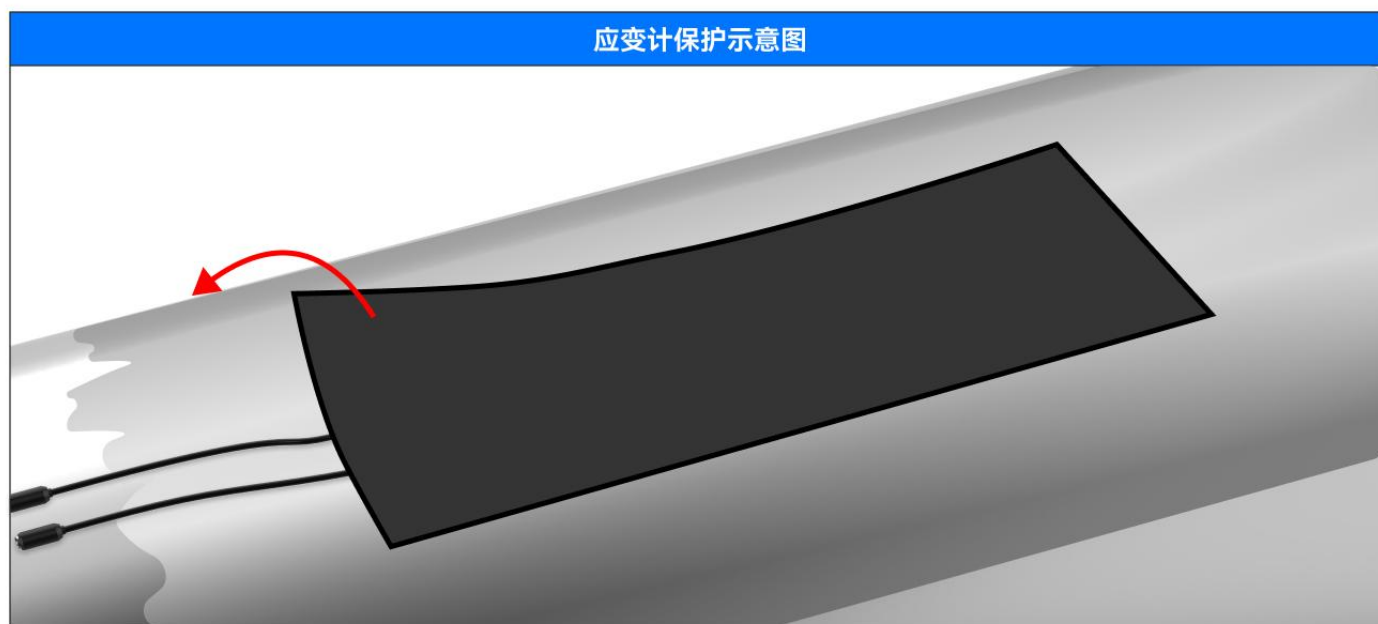

图3.22
3. 切割另一条较大的涂层，其尺寸足以覆盖两个应变计和两个胶带区域，并将应变计粘在两个应变计与轴连接的清洁区域上，如图3.22。对涂层边缘施加压力，以在测量区域周围提供良好的密封。